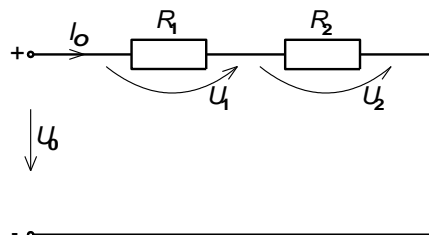

Рис. 6.
**Задача 7.** Для электрической цепи, представленной на рис. 6, необходимо: